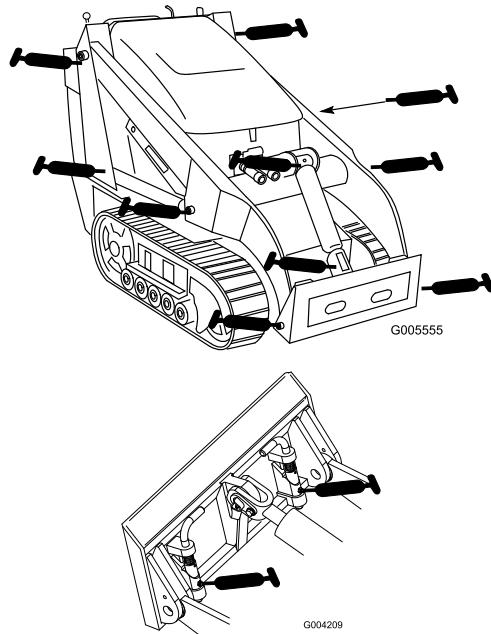

Рисунок 29
3. Присоедините к каждой масленке смазочный шприц (Рисунок 29).